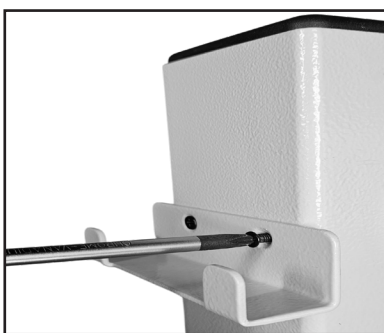

FIGURE 7
1. Installez le panneau de support de clôture (#62) sur le côté supérieur gauche de la colonne à l'aide de deux vis Phillips (#63). Voir la figure 7, qui montre la position correcte des bords supérieur et inférieur du support. Le bord double plus large doit être en haut, et le bord simple en bas. Ce support permet un rangement pratique de la clôture de coupe et de l'assemblage de transport lorsqu'ils ne sont pas utilisés.